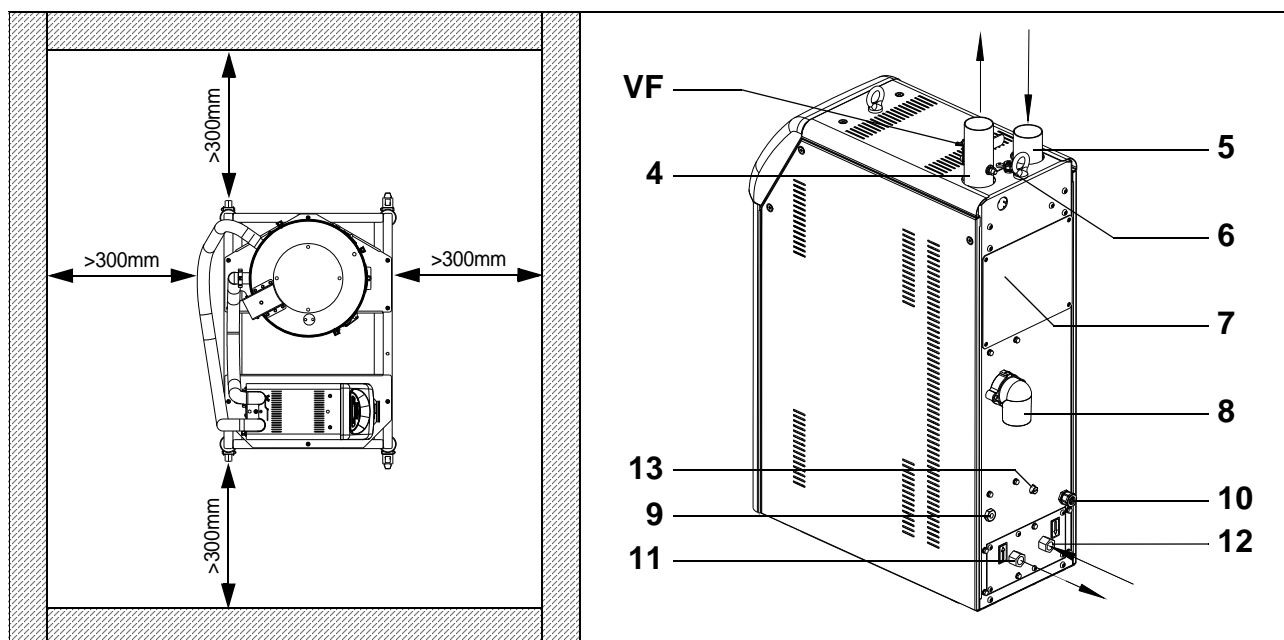

Fig. 7
2. Respektera de minimiavstånd för uppställningen som beskrivs i Fig. 7. I det fall dessa avstånd inte respekteras kan installationsarbetet eller tillträdet till maskinen för underhålls-ingrepp hindras
3. Anslut den utgående processluftslangen (matar slang) till kopplingen (4, se Fig. 7).
5. Anslut den ingående processluftslangen (returslangen) till kopplingen (5).
6. Kontrollera att regleringsventilen för processluftens flöde (VF, se Fig. 7) är blockerad.
I det fall den inkommande lufttemperaturen till avfuktningstornet är några få grader högre än gränsvärdet [60°C (140°F)], kan den reduceras genom att ansluta en cirka 1500mm lång flexibel metallslang (Piovan-kod 4810638), utan isolering, mellan matartrattens utlopp och avfuktarens inloppskoppling (5, se Fig. 7 - Sid. 12).
4. Anslut kylvattnets utloppsledning till kopplingen (11, se Fig. 7 - Sid. 12).
5. Anslut kylvattnets inloppsledning till kopplingen (12).
1. Förse avfuktaren med tryckluft med hjälp av en snabbkoppling (9, se Fig. 7 - Sid. 12).
2. Vi rekommenderar att installera ett tryckluftsfiltret mellan maskinens matarnät och snabbkopplingen (9). Filtret skall vara försett med ett transparent uppsamlingskärl för kondens, i syftet att kontrollera den levererade tryckluftens kvalitet.
Det är möjligt att ansluta ett utvändigt instrument för att mäta Daggpunkten genom att ta ett prov av processluften genom anslutningskopplingen som sitter under avfuktarens bakre panel, vid hänvisningen 7 - Fig. 7 - Sid. 12.
Anslutningen mellan avfuktaren och huvudtavlan skall utföras med hjälp av avfuktarens utgående kabel (10, se Fig. 7 - Sid. 12). I händelse av ett byte av kabeln skall den nya kabeln ha samma egenskaper som den föregående.